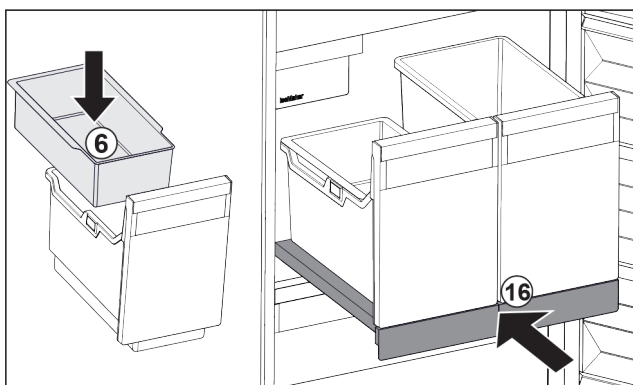

Fig. 106
- ▶ Helyezze be a jégkockák beakasztható tálcáját Fig. 106 (6).
- ▶ Tolja be a kihúzható rácsot a tárolóval (IceTower) együtt. Fig. 106 (16)